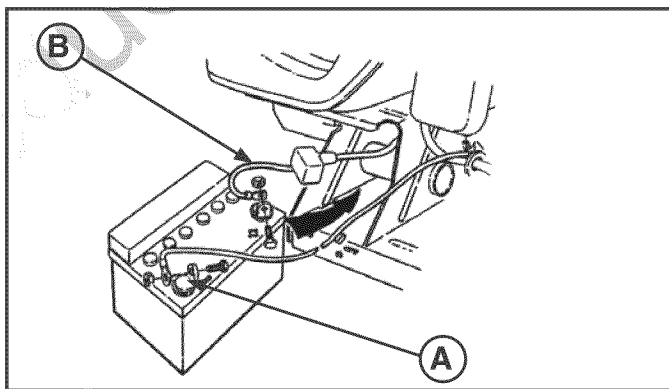

FIGURA 15
4. Limpie completamente el compartimiento del motor, incluyendo los desechos de la rejilla de entrada de la parte superior del motor (A, Figura 15), aletas expuestas de refrigeración del motor y alrededor del conjunto del filtro de aire.
1. Desconecte los cables de la batería, primero el negativo (**B**, Figura 15).